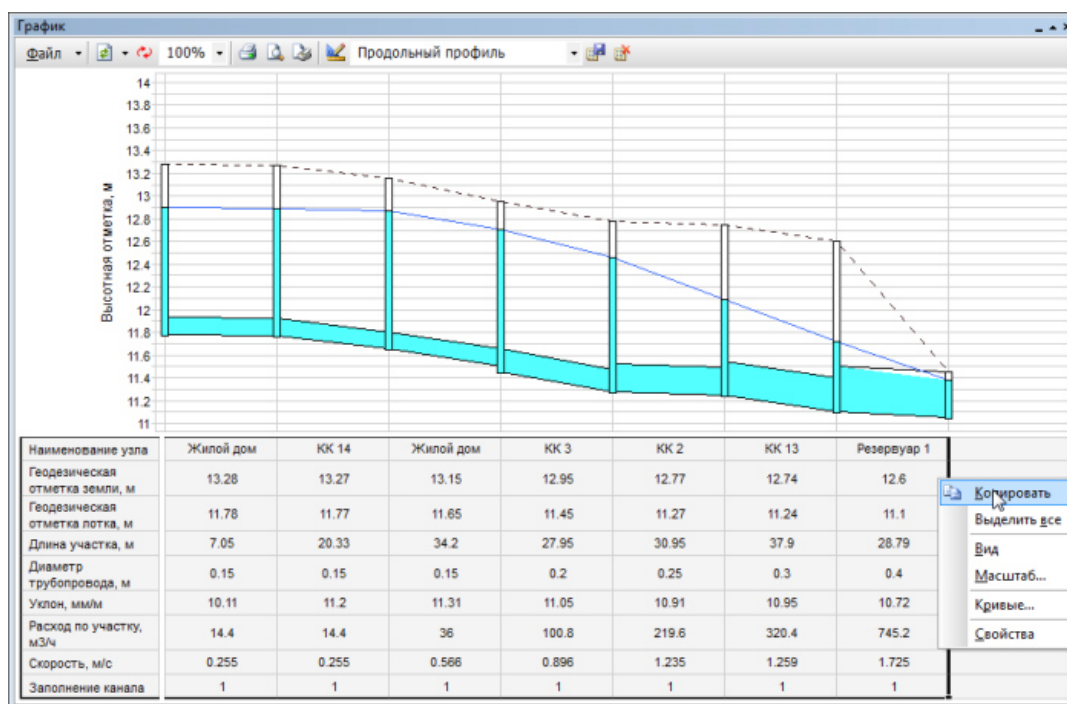

Рисунок 79. Выделение таблицы продольного профиля
Если нужно копировать только шкальную часть продольного профиля то для этого выделите область таблицы, которую необходимо перенести: нажав и удерживая левую кнопку мыши растяните область копирования до необходимых размеров, (Рисунок 79. «Выделение таблицы продольного профиля»).
2. При копировании всего продольного профиля нажмите правую кнопку мыши в любом месте графика, а при копировании только шкальной части щелкните правой кнопкой мыши в выделенной области и в появившемся контекстном меню выберите пункт Копировать, (Рисунок 79, «Выделение таблицы продольного профиля»);